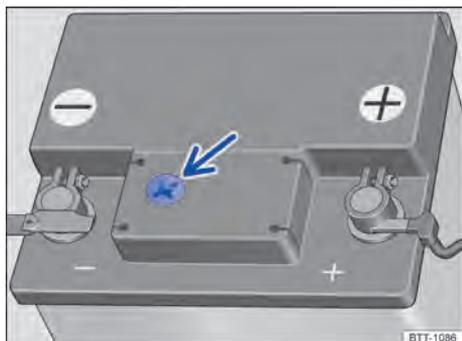

Fig. 209 En el compartimento del motor: ejemplo de posición del visor en el lado superior de la batería del vehículo.
- El visor redondo → fig. 209 en la parte superior de la batería del vehículo cambia de color dependiendo del nivel del electrólito.